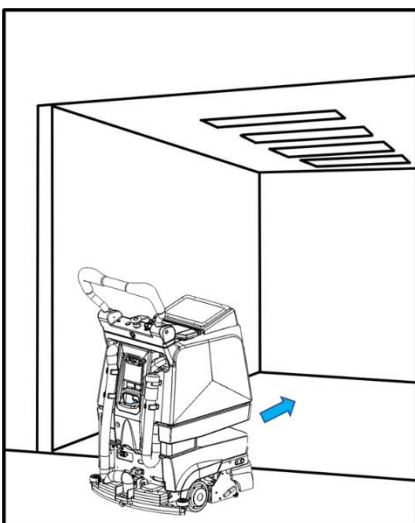

Fig. 3
- Déplacement du R3 SCRUB dans les ascenseurs : faites marche arrière, car la plus petite roue avant peut se coincer (Fig. 3).